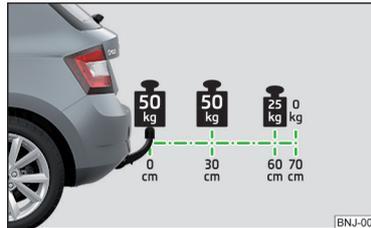

Abb. 152
**Der maximal zulässige Überstand** des Kugelkopfes der Anhängervorrichtung beträgt **70 cm** » Abb. 152.